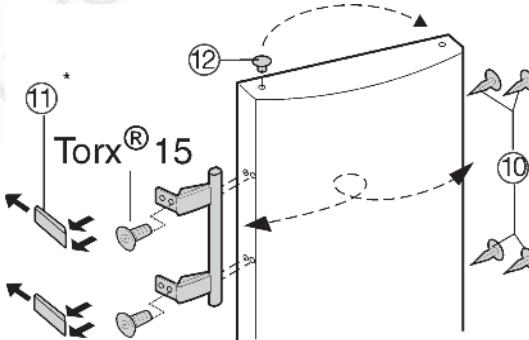

Рис. 6
- Снимите стопор Рис. 6 (12) с несущей втулки и переместите его.
- Снимите ручку дверцы, стопоры Рис. 6 (10) и нажимные пластины Рис. 6 (11) и перевесьте их на другую сторону.